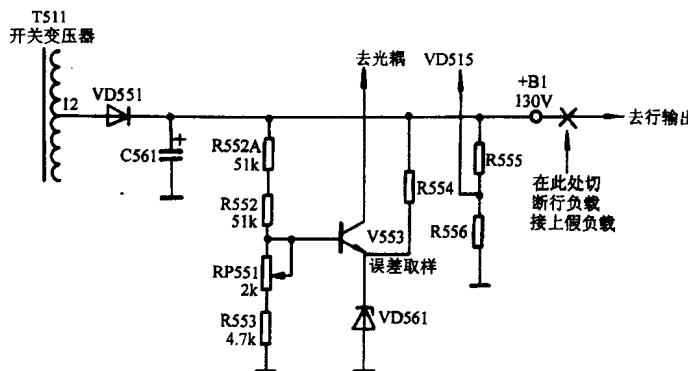

图 1-1-4 开关电源 130V 主电源电路
**分析与检修:**开关电源 130V 主电源电路如图 1-1-4 所示,首先测量 B1 电压远远大于 130V,且行输出管 V432 已烧毁。断开 130V 电压输出端的负载电路,再开机检测主电压输出端,B1 电压上升为 170V 左右,但无论怎样调节电位器 RP551,B1 输出电压都不变。这说明开关电源已起振,但振荡不受控制,可能是稳压环路出了故障。